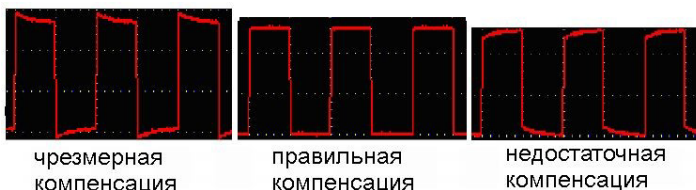
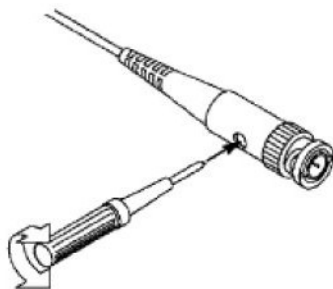

Рисунок 5 - Варианты осциллограммы при компенсации щупа
Рисунок 6 - Регулировка пробника
2. Оцените форму полученной осциллограммы и отрегулируйте пробник, пока не будет достигнута правильная компенсация (см. рисунок 5 и рисунок 6).